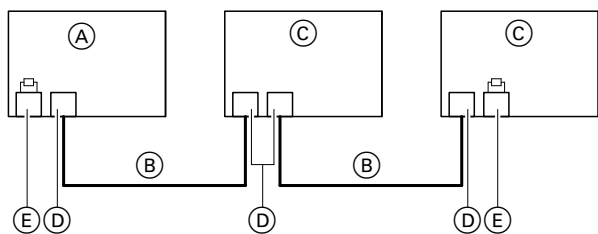

Abb. 53
- Der Viessmann CAN-BUS ist für die BUS-Topologie „Linie“ mit beidseitigem Abschlusswiderstand (Terminierung) ausgelegt: Siehe Abb. 53.